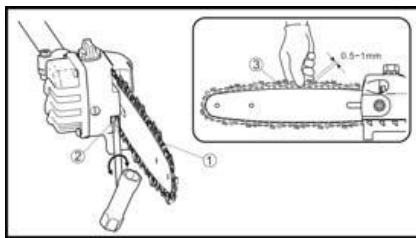

Fig. 10
3. Installer le carter latéral sur la barre du guide, serrer le boulon et fixer l'écrou. (Fig. 10)
4. Lever le guide et serrer la chaîne en tournant la vis de réglage de tension dans le sens horaire. Pour vérifier que la tension est correcte, soulever légèrement le centre de la chaîne et il devrait y avoir environ 0.5/1 mm d'écart entre le guide et le bord de liaison d'entraînement. (Fig. 10 & 11)